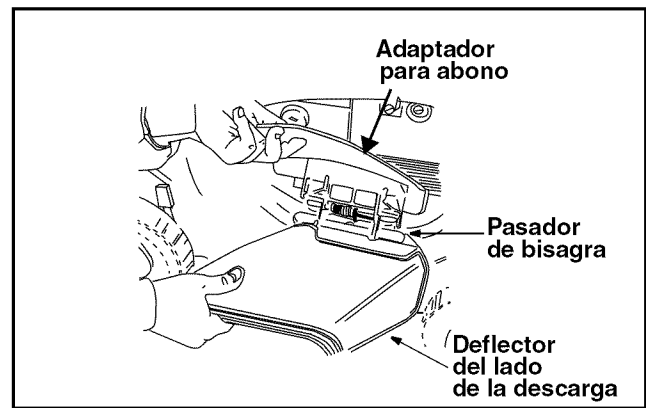

Figura 9
- Su podadora ha sido enviada como segadora. Para convertirla en una podadora de descarga lateral, levante el adaptador para la segadora. Deslice los dos ganchos en el deflector de descarga lateral bajo el pasador de bisagra en el adaptador para la segadora. Baje el adaptador para abono. Vea la Figura 9.